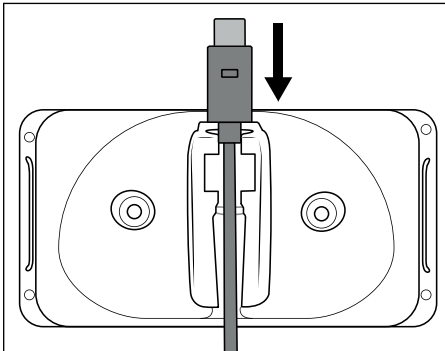
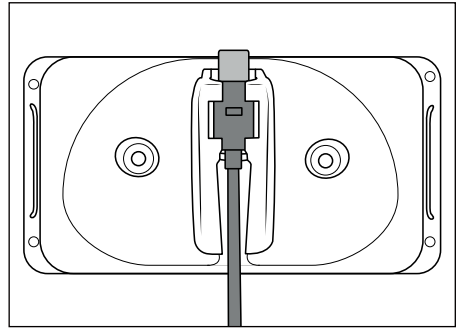

Fig. 1
Fig. 2
- Certifique-se de que não existe um condutor de corrente, ou outros condutores ou tubos, na parede onde deseja efetuar os furos para o suporte de parede ③. Existe perigo de morte caso perfure um cabo condutor de corrente!
- 1) Insira a ficha USB-C ⑤ do cabo de carregamento USB ④ no suporte de parede ③ (ver fig. 1). Empurre a ficha USB-C ⑤ para baixo, até ficar encaixada no suporte de parede ③ (ver fig. 2).